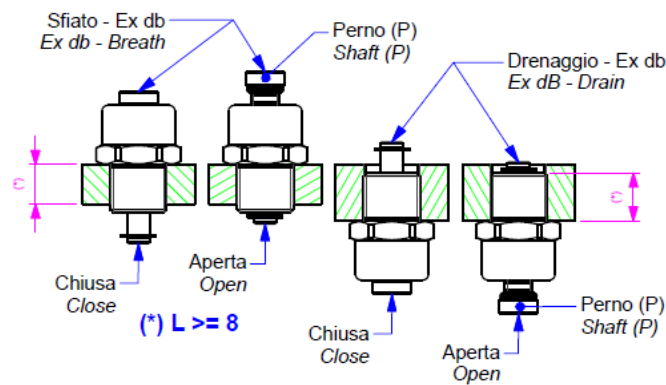

fig.1
Durante il montaggio (per il drenaggio), l'imbocco filettato della valvola non deve superare la parete interna della custodia (vedi fig.1).
Per effettuare le operazioni di sfiato o di drenaggio bisogna svitare il perno (P) come indicato in figure 1. Ad operazione terminata procedere immediatamente con l'avvitamento del perno medesimo, al fine di garantire la protezione IP66. Nel caso le valvole rimangano aperte è comunque garantito un grado di protezione IP64.
During the installation (for the drain), the threaded hub of the valve mustn't spill beyond the inner side of the enclosure (see figure 1).
In order to make the breath or drain operation it's necessary to unscrew the shaft (P), as indicated in figure 1. When the operation is finished, please immediately close the valve screwing the shaft (P) in order to guarantee the IP66 protection. In case of the valves remain open, however it is guarantee an IP64 protection mode.